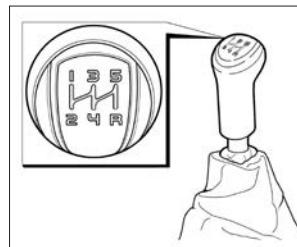

Рис. 36. Рычаг переключения передач в механической коробке передач
Схема положений рычага переключения передач в механической коробке передач нанесена сверху на его рукоятке (рис. 36):
Переключение режимов автоматической коробки передач (АКП) осуществляется перемещением рычага переключения передач в продольном направлении (рис. 36а), в зависимости от желаемого направления движения. Для разблокировки рычага необходимо нажать кнопку фиксации 1 на рукоятке рычага переключения передач. При перемещении рычага из положения **N** в положение **D** и обратно, а также из положения **1** в положение **2**, и далее, в положение **D** кнопку фиксатора можно не нажимать. Выбранный режим индицируется на жидкокристаллическом индикаторе в комбинации приборов. Индикация положения рычага переключения передач, изображённая на декоративной накладке рядом с рычагом, показана как справочная и в движении не используется. На рисунке 36б показана педаль акселератора 2 и педаль тормоза 1. При установке автоматической коробки передач педаль сцепления отсутствует.
**Рис. 36а. Рычаг переключения передач в автоматической коробке передач**
**Рис. 36б. Педали при автоматической коробке передач**
Водитель может использовать рычаг переключения передач (рис. 36в) для завершения автоматического режима в любое время и выполнять ручное вмешательство в программу автоматического привода. Водитель может сохранить фактическую передачу или переключить коробку передач на более низкую или высокую передачу вручную. Если повышение или понижение передачи приведет к чрезмерно завышенным
Рис. 36в. Рычаг переключения передач автоматизированной трансмиссии (AMT)
Рис. 36г. Схема переключения передач
Рычаг переключения передач имеет 2 линии (рис. 36г) – одна для переключения из нейтрального положения (**N**) на задний ход (**R**) или автоматический режим (**A**), и другая – для переключения на более высокую или низкую передачу в режиме ручного управления (**M**). Две линии соединены для переключения между автоматическим режимом (**A**) и режимом ручного управления.